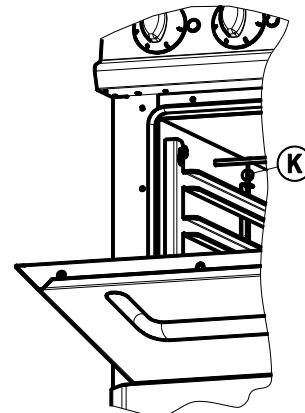

Abb. 3
- Darauf achten, dass bei der Reinigung der Sensor **K** (Abb.3) des Thermostats im Ofeninneren nicht beschädigt wird.